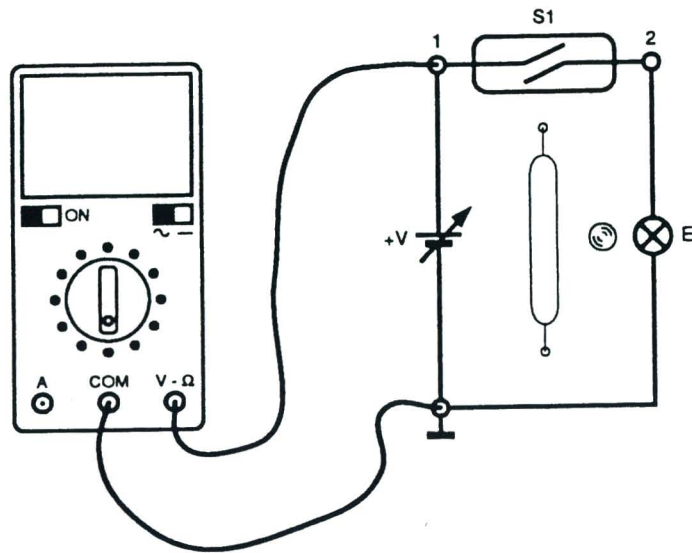

Fig.5.2
- 6) Conectar un multímetro, ajustado como voltímetro, entre el jack 1 y la conexión a tierra (Fig.5.2)